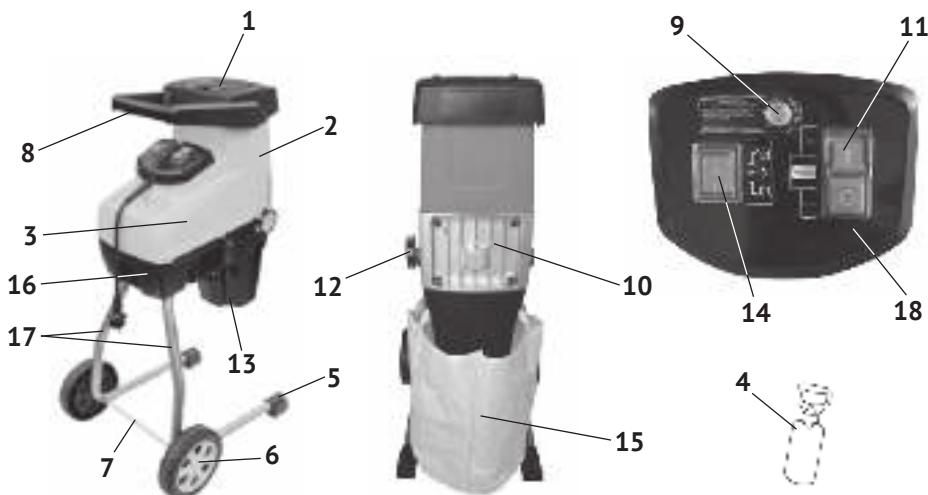
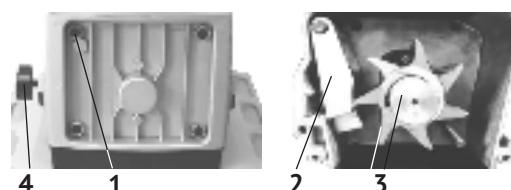

рис.1
рис.5
4.1 Общий вид представлен на рис.1
Вращение с якоря электродвигателя передаётся планетарным редуктором на режущий вал (фрезу), расположенный в алюминиевом корпусе режущего механизма. Режущий механизм закрыт крышкой (рис.1 поз.10) для удобного доступа к фрезе и прижимной пластине. Опорная рама (рис.1 поз.17) с колёсами и подножками является опорой измельчителя при работе.
Органы управления измельчителем: автоматический выключатель (рис.1 поз.9), переключатель направления вращения (рис.1 поз.14) и выключатель двигателя (рис.1 поз.11) выведены на панель управления (рис.1 поз.18). Переключатель направления вращения фрезы имеет три фиксированных положения:
Используя ручку (рис.1 поз.8) загрузочной воронки и колёса, инструмент легко перемещается к месту использования. Для очистки воронки, и для равномерного распределения подаваемого материала в комплект поставки входит толкател (рис.1 поз.4) удобной формы. Инструмент комплектуется автоматическим выключателем (рис.1 поз.9), срабатывающим при перегрузке двигателя.
- перевести выключатель двигателя (рис.1 поз.11) в положение «I» - включено и дождитесь пока фреза не наберёт максимальные обороты;
Двигатель измельчителя защищён от перегрузки автоматическим выключателем (рис.1 поз.9). При срабатывании автоматического выключателя:
- подключите измельчитель к сети и произведите повторный пуск двигателя выключателем (рис.1 поз.11).
- нажать автоматический выключатель (рис.1 поз.9), переведя его в рабочее положение;
- перевести выключатель направления вращения (рис.1 поз.14) в положение II – разблокировка (реверс);
8.2 Регулировка режущего механизма, замена прижимной пластины (см. рис.5)
- перевести переключатель (рис.1 поз.14) в режим измельчения, включить двигатель;
- медленно вращать рукоятку (рис.5 поз.4) по часовой стрелке до появления шума, свидетельствующего о касании режущими кромками фрезы прижимной пластины.
- открыть крышку (рис.1 поз.10) режущего механизма открутив 4-е винта (рис.5 поз.1);
- снять использованную пластину (рис.5 поз.2) и заменить новой;